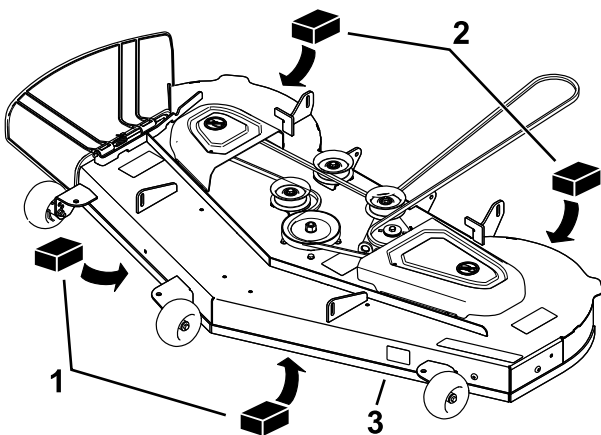

Figure 60
3. Placez deux cales de 6,6 cm (2⁵/₈ po) d'épaisseur chacune sous chaque côté du bord avant du tablier de coupe, mais pas sous les supports des galets anti-scalp (Figure 60).
4. Placez deux cales de 7,3 cm (2⁷/₈ po) d'épaisseur chacune sous le bord arrière de la jupe du tablier de coupe, une de chaque côté (Figure 60).